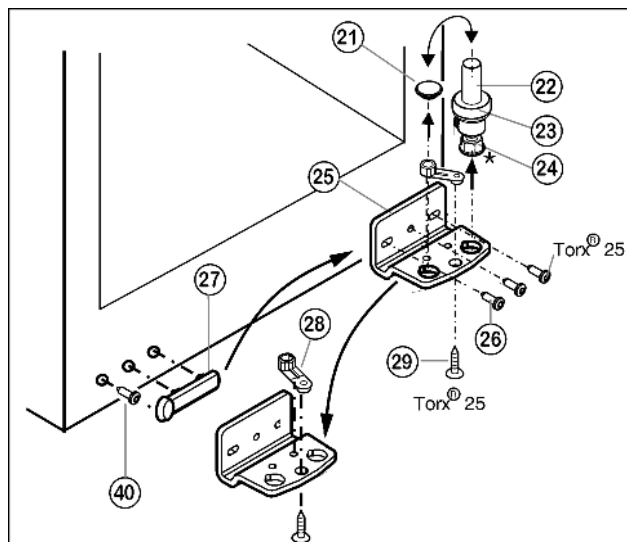

Fig. 5
- Извлеките опорный винт Fig. 5 (22) в комплекте с шайбой Fig. 5 (23) и регулируемой опорой* Fig. 5 (24), вытягивая его вверх.
- Снимите пробку Fig. 5 (21).
- Открутите Fig. 5 (26) опорный кронштейн Fig. 5 (25).
- Открутите Fig. 5 (29) опорную деталь Fig. 5 (28) и, переставив в отверстие на противоположной стороне опорного кронштейна, снова прикрутите.
- Осторожно снимите и переставьте на противоположную сторону крышку со стороны ручки Fig. 5 (27) и винт Fig. 5 (40).
- Снова прикрутите опорный кронштейн Fig. 5 (25) на новой стороне шарнира (**с моментом 4 Нм**). При необходимости используйте аккумуляторный шуруповёрт.
- Переставьте пробку Fig. 5 (21) в свободное отверстие.
- Вновь установите опорный винт Fig. 5 (22) в комплекте с шайбой и регулируемой опорой*. При этом фиксатор должен быть направлен назад.
- ▶ Извлеките пробку (33) из опорной втулки дверцы и переставьте.
- ▶ Снимите и переставьте на противоположную сторону дверную ручку (32), пробку (33) и прижимные пластины* (34).
- ▶ Установите дверцу сверху на нижний опорный палец Fig. 5 (22).
- ▶ Установите верхний опорный кронштейн (12) на новой стороне шарнира и защелкните в дверце.
- ▶ Прикрутите верхний опорный кронштейн (12) (с моментом 4 Нм) (2 шт. Torx® 25) (13). При необходимости проделайте отверстия или используйте аккумуляторную отвертку.
- ▶ Защёлкните крышку (10) и крышку (11) на противоположной стороне.
- ▶ При необходимости выровняйте дверцы через два продольных паза в нижнем опорном кронштейне Fig. 5 (25) параллельно корпусу устройства. Для этого выкрутите средний винт.